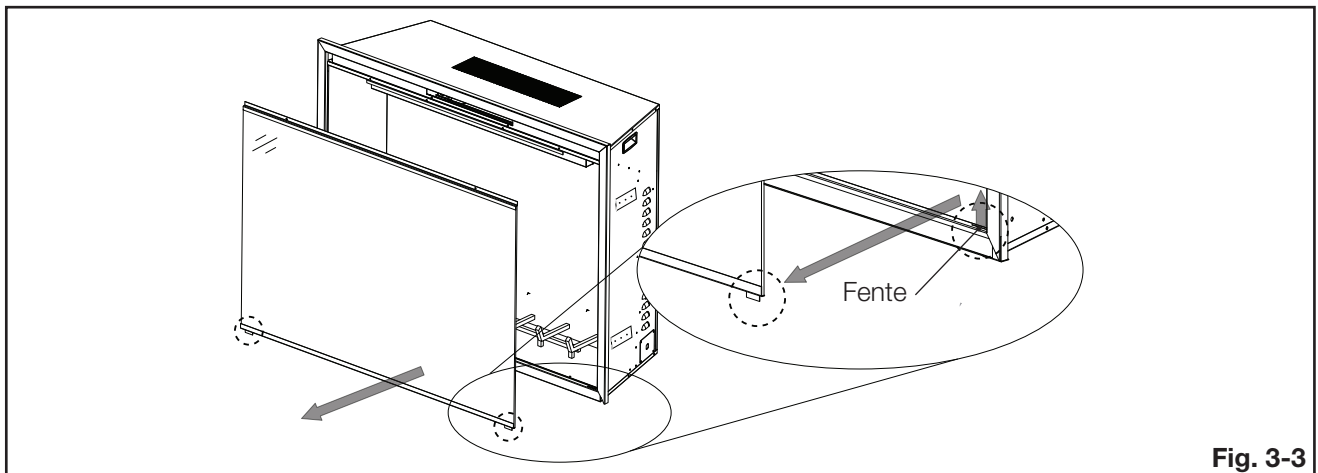

Fig. 3-3
3. Soigneusement soulevez la porte vitrée des 2 fentes dans le bas de la chambre de combustion (Fig. 3-3). Mettez la porte vitrée sur une surface doux et non-abrasive.